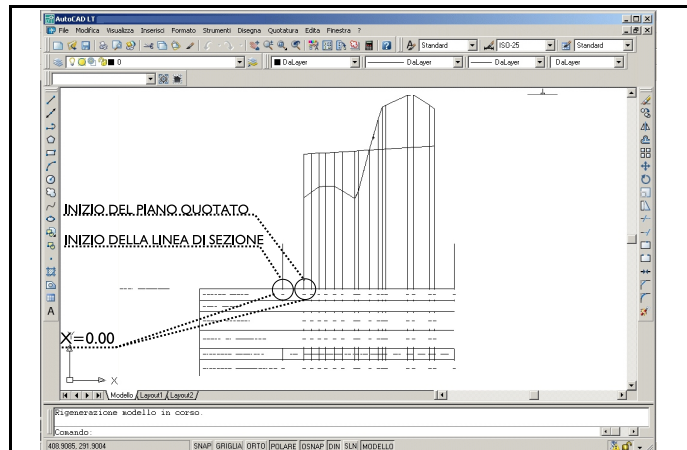

FIGURA 12.127
**9)** Come già citato in figura 12.127 può essere impostata l'origine 0,00 dell'asse delle X all'inizio della linea di sezione o nei vari punti di sezione.